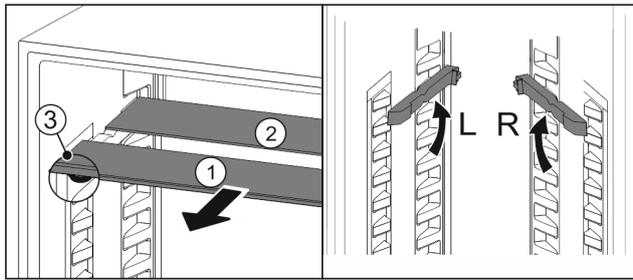

Fig. 53
- ▶ estrarre i ripiani di vetro singolarmente tirando in avanti Fig. 53 (1).
- ▷ Il piano in vetro Fig. 53 (1) con il motivo ornamentale è nella parte anteriore.
- ▷ I fermi Fig. 53 (3) sono rivolti verso il basso.